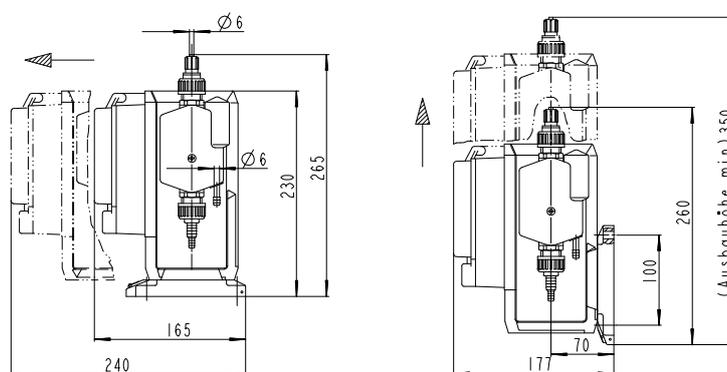

Abb. 4: Maßzeichnung
- Die Pumpe auf dem individuell aufschiebbaren Pumpenfuß (siehe Abb.4) max. 1,5 m (bei Wirkstoffen mit Dichte 1,0 g/ml) über Behälterboden befestigen, jedoch vorzugsweise so niedrig als möglich (bei Dosieranlagen DM-T 20 – DM-T 100 auf dem Dosierbehälter).